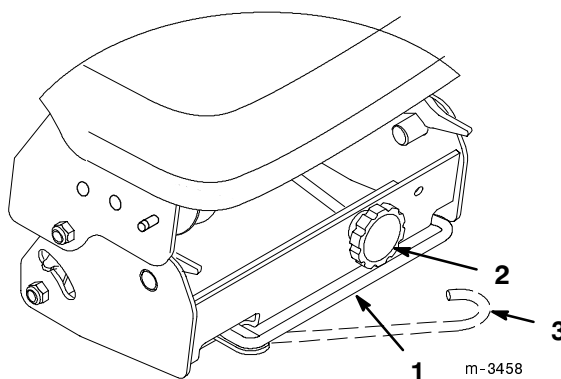

Figure 20
6. Libérer le bras de détente de la courroie sous la boîte à poulies pour détendre la courroie de PdF (Fig. 20).